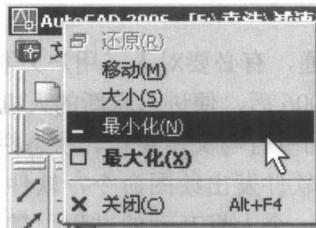

图 1-2 AutoCAD 2006 的控制下拉菜单
(1) 标题栏 标题栏位于应用程序窗口的最上方，用于显示 AutoCAD 的程序图标以及当前打开图形文件的名称。如果没有打开任何文件，AutoCAD 将缺省图形文件名称为 DrawingN.dwg (N 随着打开文件的数目，依次显示为 1、2、3…)。单击标题栏最左边的 AutoCAD 软件图标，会弹出一个控制下拉菜单，如图 1-2 所示。利用该下拉菜单中的命令，可以完成窗口还原、移动、最大化、最小化、关闭的 AutoCAD 操作。在标题栏右侧有三个 Windows 标准按钮，其功能依次为最小化、最大化、关闭。